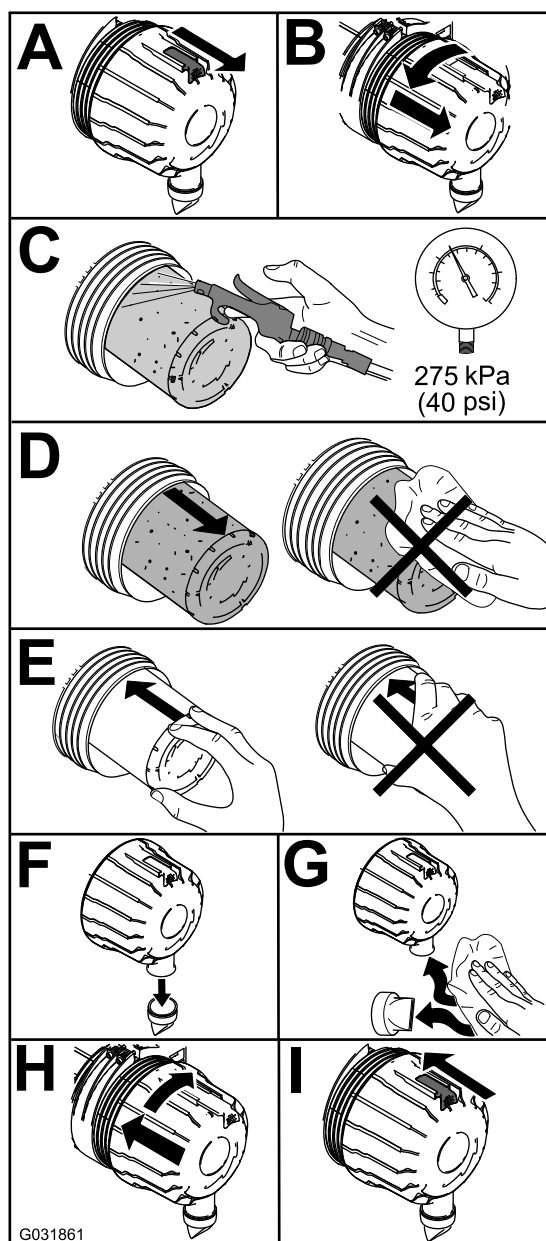

Figura 47
1. Substitua o filtro de ar (Figura 47).